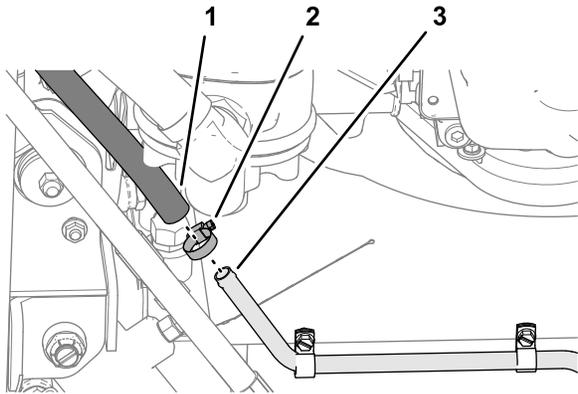

図 51
4. オイルクーラの戻りホースの未接続の端部を、オイル入口チューブに取り付けてホースクランプで固定する 図 51。